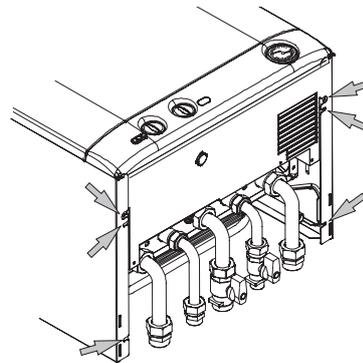

Figura 4.4
- Svitare le viti indicate in Figura 4.4.